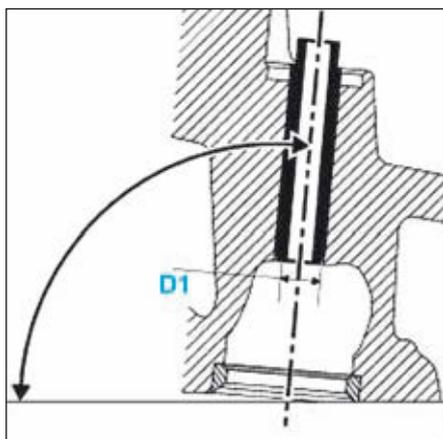

FIG.34
- Mesurer à l'aide d'un micromètre le diamètre intérieur D1 du guide de soupape qui doit être compris entre 5,99 et 6,01 mm (Fig.34).